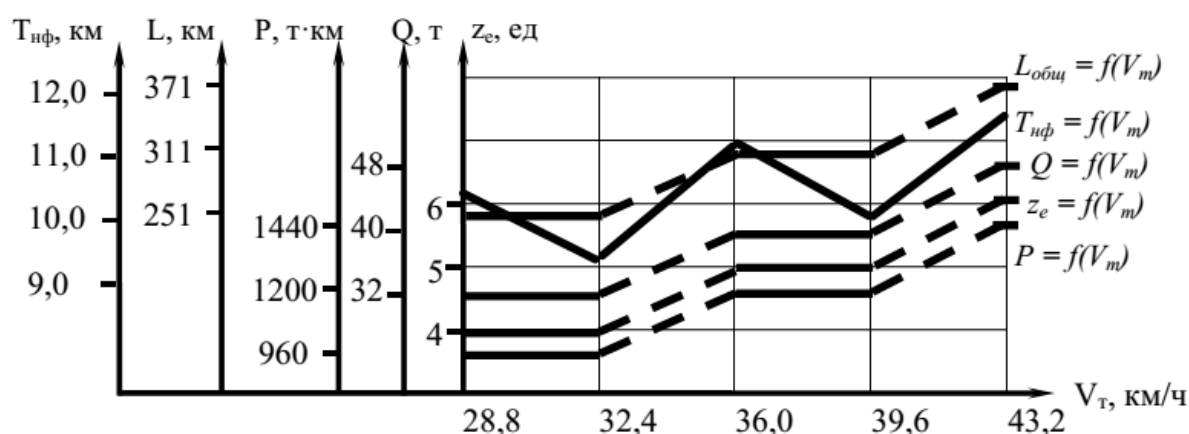

Рисунок 2 – Изменение выработки автомобиля в микросистеме при изменении V_T .
В качестве примера рассмотрим влияние изменения аргумента (среднетехнической скорости V_T), на функционирование микросистемы, расчёт выполнен по пунктам (5) – (16), результаты представим в табличной форме (Приложение 1 таблица 2) и на графиках (рис. 2).